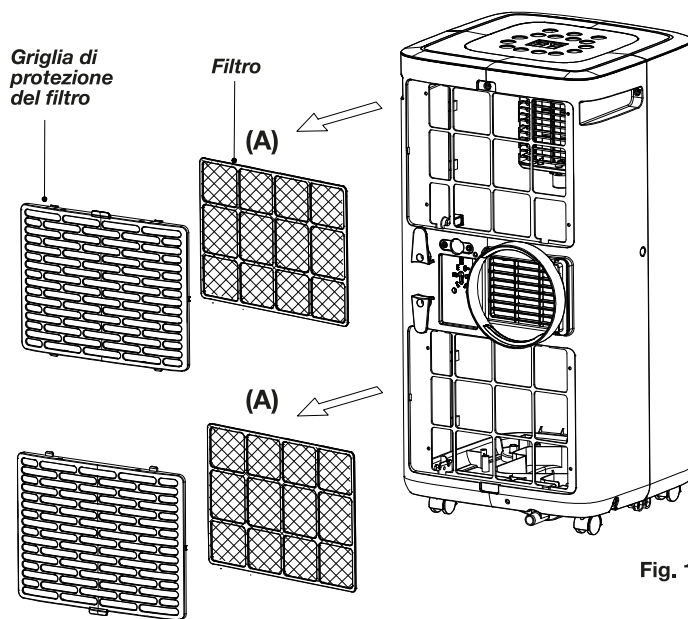

Fig. 1
1) Rimuovere la griglia di protezione del filtro (A) premendo verso il basso e tirando verso l'esterno. Con l'aiuto di un cacciavite, svitare le quattro viti di fissaggio della cornice del filtro e toglierlo dal suo alloggiamento (Fig.1).